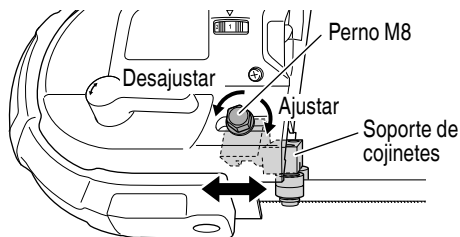

Fig. 12
3. Ajuste de las posiciones de los soportes de cojinetes (Fig. 12)